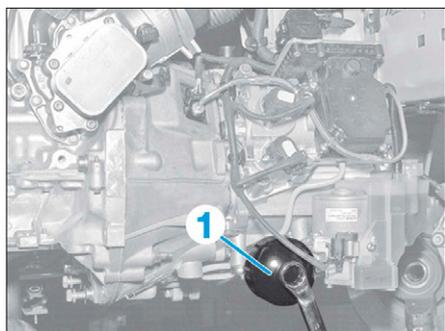

FIG. 23
- Déposer l'accumulateur de pression (1) (Fig.23).